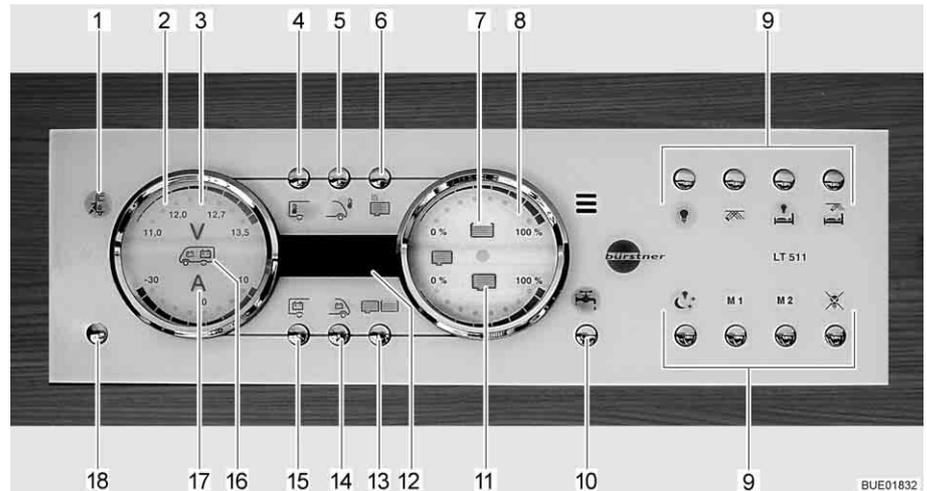

Bild 118 Panel LT 511
Die 230-V-Kontroll-Leuchte (Bild 118,1) leuchtet, wenn am Eingang des Elektroblocs Netzspannung vorhanden ist.
Der 12-V-Hauptschalter (Bild 118,18) schaltet das Panel und die 12-V-Versorgung des Wohnraums ein und aus.
- Taste 12-V-Versorgung (Bild 118,18) kurz drücken. Die 12-V-Versorgung des Wohnraums ist eingeschaltet. Die Kontroll-Anzeige "12 V" leuchtet.
- ▷ Wenn nach dem Einschalten die LED "11,0" der Voltanzeige sowie das Symbol Volt "V" (Bild 118,3) im Anzeigeelement Batterien (Bild 118,2) blinken, dann ist die Spannung der Wohnraumbatterie zu gering. Batterie laden.
- ▷ Wenn nach dem Einschalten die Kontroll-Anzeige "12 V" und das Symbol Volt "V" (Bild 118,3) dreimal blinken, dann ist die Batterietrennung aktiviert. Batterietrennung deaktivieren.
- Taste 12-V-Versorgung (Bild 118,18) kurz drücken. Die 12-V-Versorgung des Wohnraums ist ausgeschaltet. Die Kontroll-Anzeige "12-V-Versorgung" erlischt.
- Taste Wohnraumbatterie (Bild 118,15) drücken und ca. 10 Sekunden lang gedrückt halten. Das Symbol Volt "V" (Bild 118,3) und die Kontroll-Anzeige "12 V" blinken dreimal. Die Wohnraumbatterie ist vom 12-V-Bordnetz getrennt.
- Taste 12-V-Versorgung (Bild 118,18) drücken und ca. 5 Sekunden lang gedrückt halten. Das Symbol Volt "V" (Bild 118,3) und die Kontroll-Anzeige "12 V" blinken dreimal. Die Wohnraumbatterie ist mit dem 12-V-Bordnetz verbunden. Die Kontroll-Anzeige leuchtet nach ca. 5 Sekunden.
- Taste Wohnraumbatterie (Bild 118,15) drücken. Das Symbol Volt "V" (Bild 118,3) leuchtet. Das Symbol Ampere "A" (Bild 118,17) leuchtet je nach Ladung oder Entladung weiß bzw. rot. Die Batteriespannung und der Strom der Wohnraumbatterie werden über die LEDs im Anzeigeelement angezeigt.
- Taste Starterbatterie (Bild 118,14) drücken. Das Symbol Volt "V" (Bild 118,3) leuchtet. Die Batteriespannung der Starterbatterie wird über die LEDs im Anzeigeelement angezeigt.
- Taste Tanks (Bild 118,13) drücken. Die Symbole Wassertank (Bild 118,7) und Abwassertank (Bild 118,11) leuchten. Die Füllstände des Wassertanks (obere Skala) und des Abwassertanks (untere Skala) werden über die LEDs im Anzeigedisplay angezeigt.
Das Symbol Wassertank (Bild 118,7) oder das Symbol Abwassertank (Bild 118,11) blinkt, wenn der Wassertank leer oder der Abwassertank voll ist.